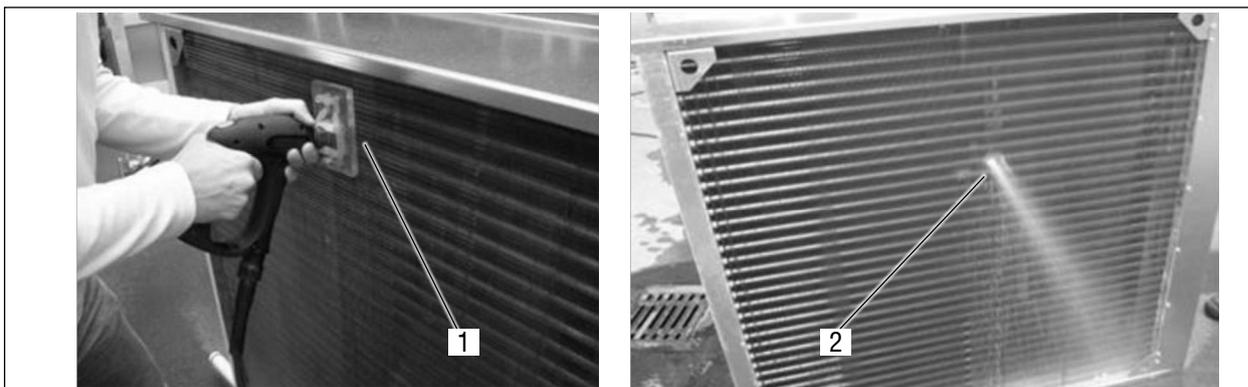

Fig. 55 Sistema multigetto THD
- Nell'ambito della verifica di conformità igienica per le unità di ventilazione AL-KO, l'Istituto di Igiene dell'Aria ILH di Berlino ha certificato che le batterie di scambio termico di AL-KO THERM possono essere pulite con il sistema multigetto THD (vedere Fig. 55 Sistema multigetto THD).